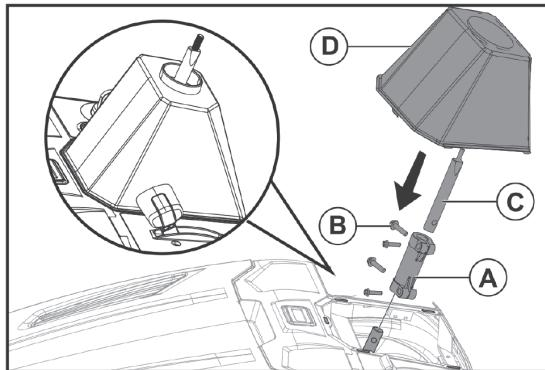
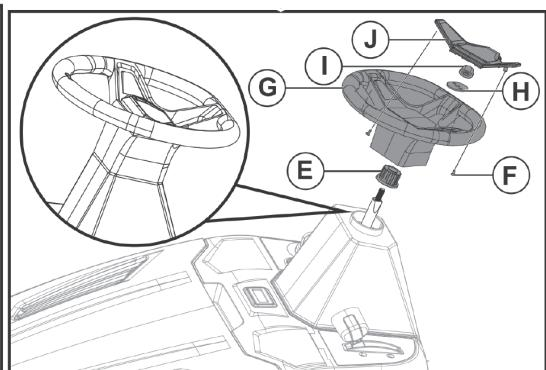

Рис. 8.1
Рис. 8.2
### Установка рулевой колонки (Рис. 8.1 и Рис. 8.2).
2. Вставьте удлинитель рулевого механизма (Поз. С, Рис. 8.1) в центр крепежной втулки (Поз. А). Надежно закрепите втулку с удлинителем четырьмя болтами с шестигранными головками M8.
4. На рулевой вал (С) установите ограничительную втулку со шлицами (Поз. D, Рис. 8.2).
5. Совместите рулевое колесо (G) с рулевым валом (C), сдвигайте его вниз по валу до тех пор, пока оно не встанет на шлицы втулки (E), и закрепите рулевое колесо гайкой M12 (I), предварительно установив на вал (C) шайбу (H). Усиление затяжки гайки 24Нм.
7. Закрепите накладку (J) на рулевом колесе (G) с помощью двух болтов (F).